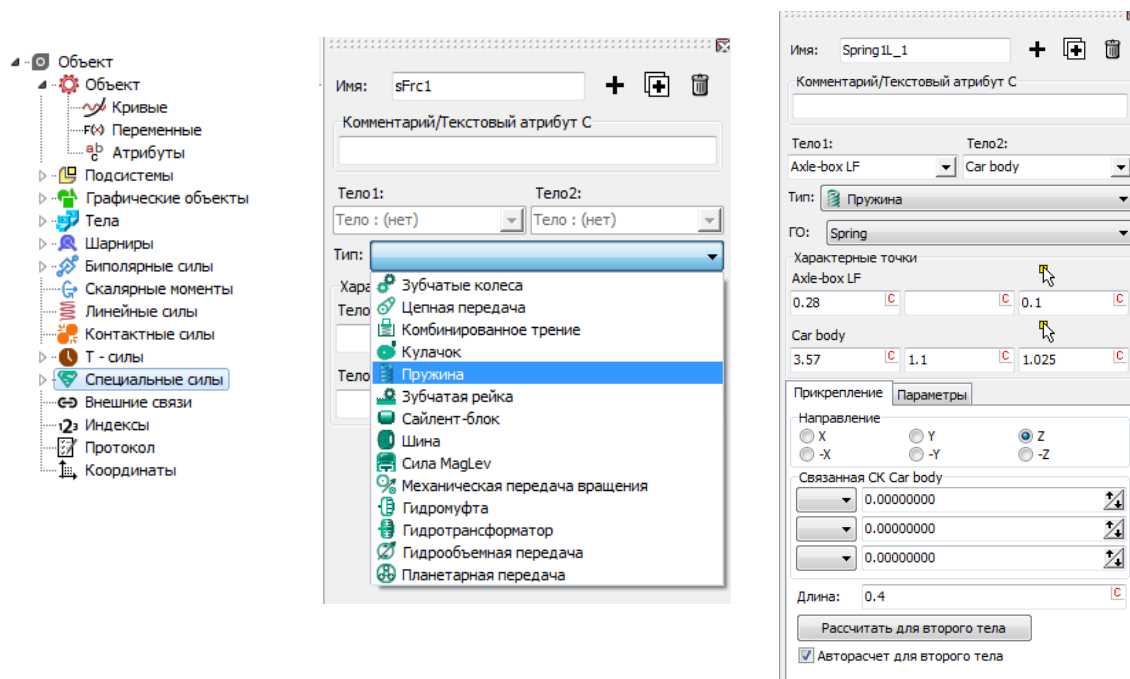

Рис. 2.19. Создание пружины
- Выберите элемент **Специальные силы** списка элементов (рис. 2.19, слева) и создайте первый элемент, соответствующий передней пружине для левой буксы первой КП, щёлкнув на кнопке . Переименуйте его в **Spring1L\_1**.
- Выберите тип элемента **Пружина** (рис. 2.19, в центре).
- Задайте соединяемые тела **Axle-box LF** (левая передняя букса) и **Car body** (рис. 2.19, справа). Задайте графический вид **Spring**.